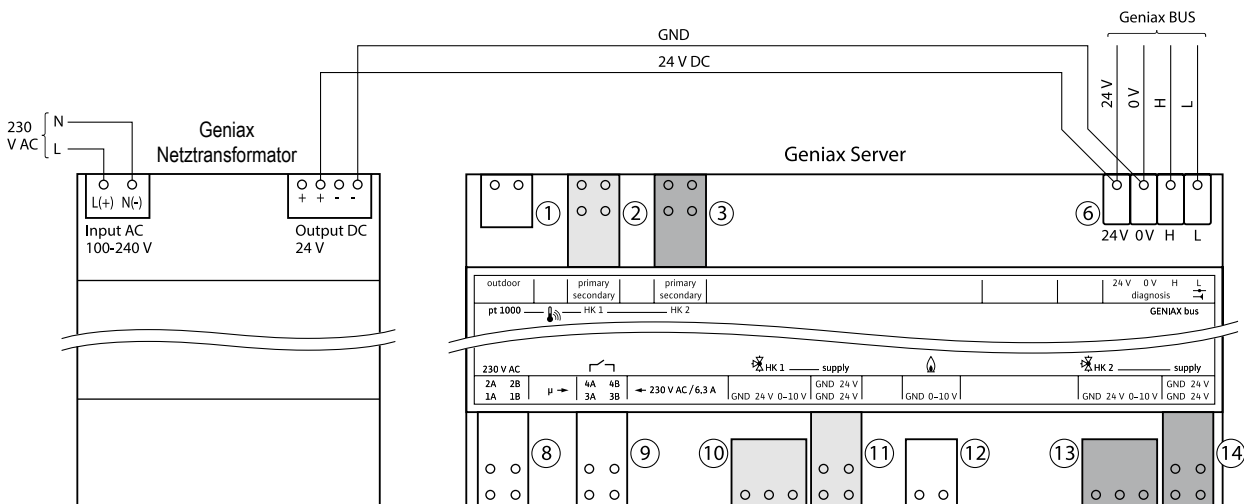

Fig. 14-3: Anschluss Geniax Server an Geniax Netztransformator und Geniax BUS-System
- Spannungsversorgung 24 V DC SELV vom Geniax Netzteil anschließen an Klemmengruppe 5 „Geniax BUS“ (Klemmen 24 V, 0 V) gem. Tab. 14-2 und Fig. 14-3.
- Die vier farbigen Adern (rot, schwarz, gelb, weiß) des Buskabels an die entsprechenden Klemmen des Geniax Servers anschließen, siehe Tab. 14-2 und Fig. 14-3.